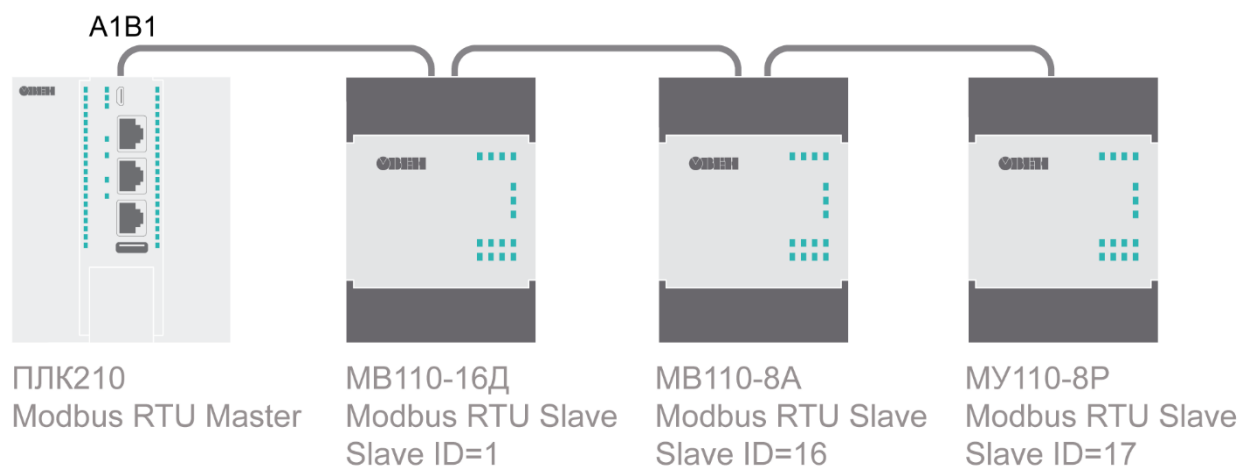

Рисунок 1 – Структурная схема примера
1. Настроить модули **Mx110** с помощью программы *ОВЕН Конфигуратор/Конфигуратор M110* в соответствии с табл. 1. Подключить модули к контроллеру в соответствии с рис. 1.